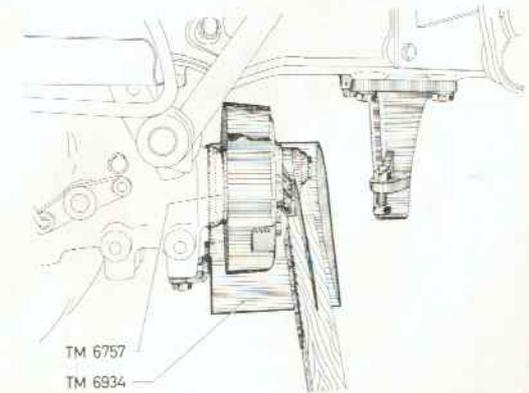
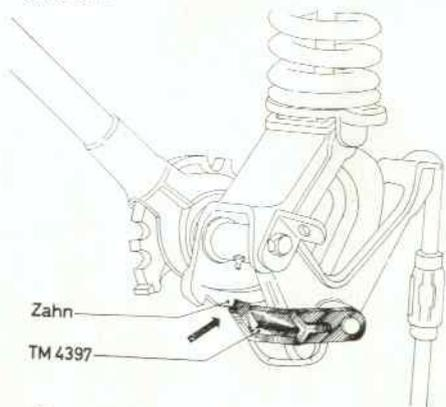

Abb. 2
Abb. 16
2. Bevor die **Sicherheitskurbelscheibe** TM 21997 auf den Gewindezapfen der Mähantriebswelle aufgedreht wird, ist der Schutzdeckel TM 6757 aufzustecken. Dann wird die Sicherheitskurbelscheibe aufgedreht (Abb. 2).
3. Die **vordere Lagerplatte** TM 6189A wird an der dafür vorgesehenen Anbaufläche des Schleppers durch 4 Sechskantschrauben M 12×35 so befestigt, daß die Anschlagsschraube M 12×45 nach rechts zeigt (Schlepper in Fahrtrichtung) (Abb. 2).
Wenn der Mähbalken in die Senkrechtstellung (Fahrtstellung) hochgezogen ist, muß überprüft werden, ob die Rastklinke TM 4397 in den letzten Zahn am Handhebewerk-Gestell eingerastet ist (Abb. 16). Da das Mähwerk in der Feder hängt, ist zwischen Rastklinke TM 4397 und Zahn ein Spiel festzustellen. Die Anschlagsschraube am vorderen Tragbock (Abb. 2 u. 3) ist nur so weit herauszudrehen, bis das Spiel zwischen Rastklinke TM 4397 und Zahn nur noch 1–2 mm beträgt (Abb. 16). Danach wird ein ungewolltes Lösen der Rastklinke vermieden und gleichzeitig die richtige Einstellung der Anschlagsschraube für die Schwadstellung erreicht.